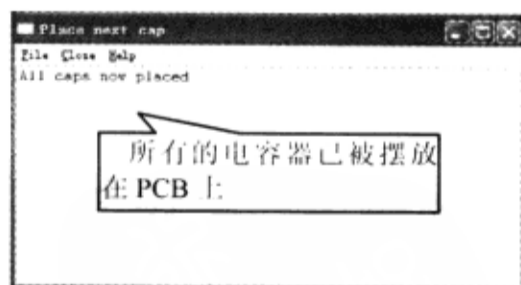

图 9-7-79 提示窗口
(10) 在 SigWave 窗口中单击另一条波形, 在 Allegro PCB PI option XL 窗口中会显示受这个波形影响的 PCB 区域。
(11) 在 Allegro PCB PI option XL 窗口中高亮矩形中摆放一个电容器。
(12) 在 Allegro PCB PI option XL 窗口中重复以上步骤, 直到所有 9 个电容器完全摆放在了 PCB 上, 这时会显示一个窗口提示所有的电容器已经被摆放在了 PCB 上, 如图 9-7-79 所示。